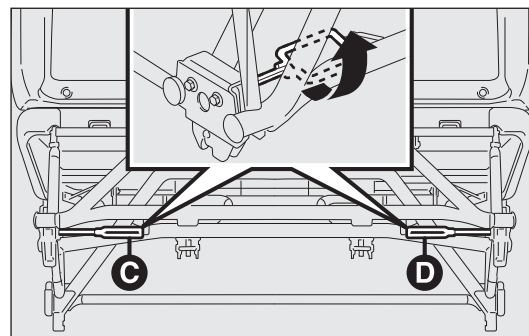

fig. 34
- desde la posición de paquete, accione las palancas C y D-fig. 34 girándolas hacia delante (tal como indica la etiqueta adhesiva que hay en el travesaño inferior)